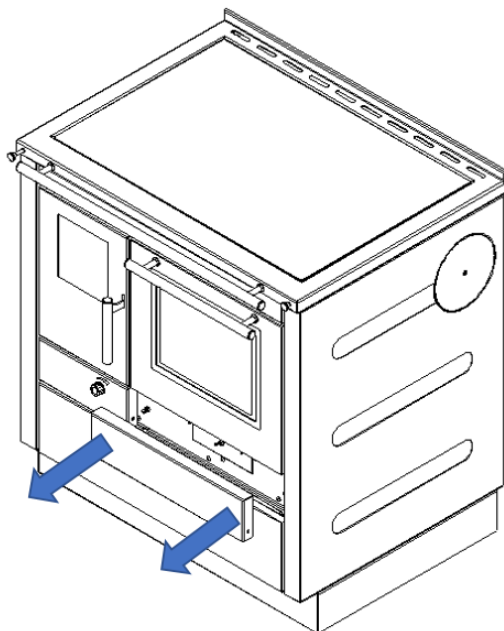

Abbildung 8 - Entfernen der Blende unterhalb der Backofentür
2. Entfernen der Blende unterhalb der Backofentür - Abbildung 8.